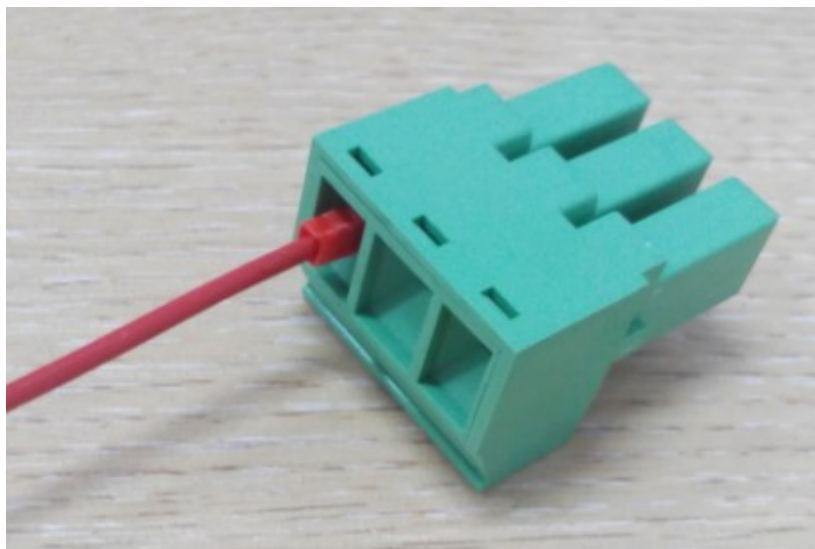

图 3
3.1 将制加工完成线缆的针形预绝缘端子插入 5EDGK-7.62 中(以 5EDGK-7.62-03P-14-00AH 为例), 如图 3;